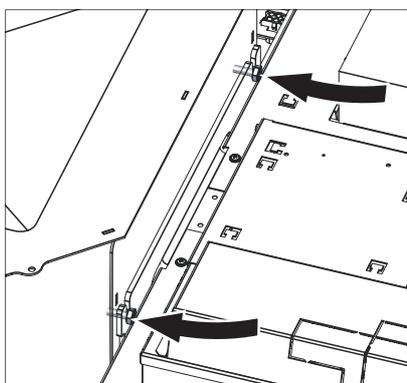

Fig. 42 Serrare entrambe le viti in alto sul serbatoio
- ▶ Il alto sul serbatoio, stringere entrambe le viti a testa esagonale – Fig. 42.